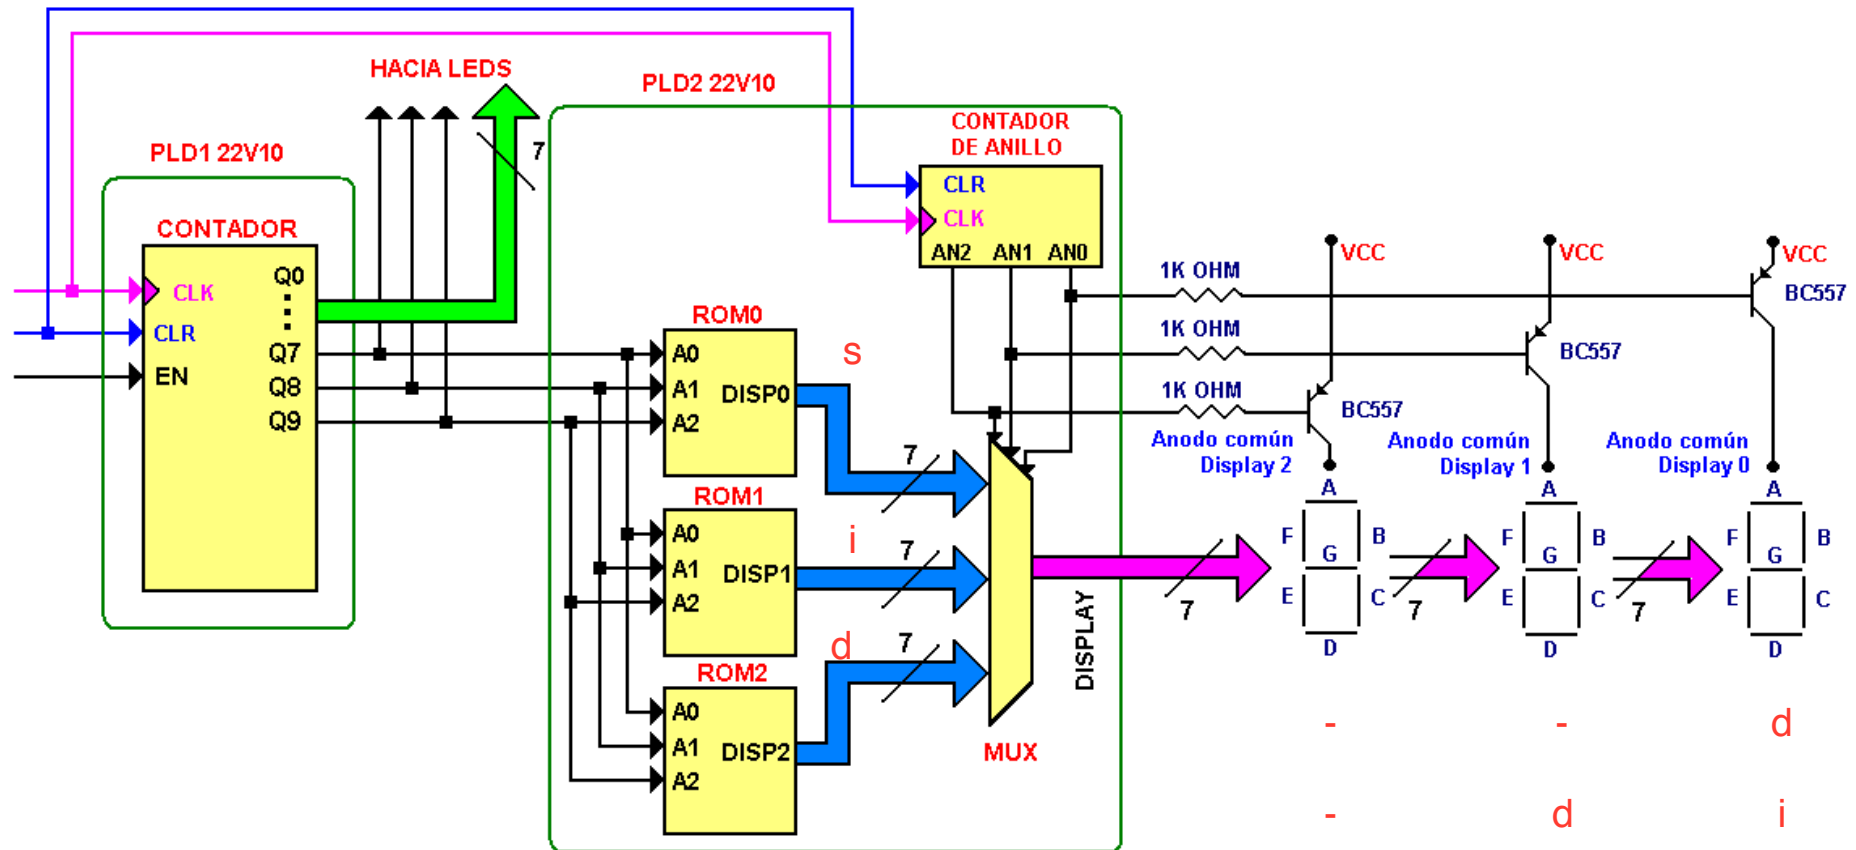

Ilustración 2 Microarquitectura 1 del diseño a realizar.
**1A.** Realizar el programa de la microarquitectura mostrada en la ilustración 2. En la marquesina intervienen dos frecuencias diferentes para el correcto funcionamiento: